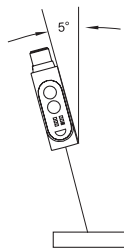

Abb. 9 Reflektierendes Objekt
- Bei stark reflektierenden oder glänzenden Objektoberflächen den Sensor um ca. 5° zur Objektoberfläche neigen. (Abb. 9).